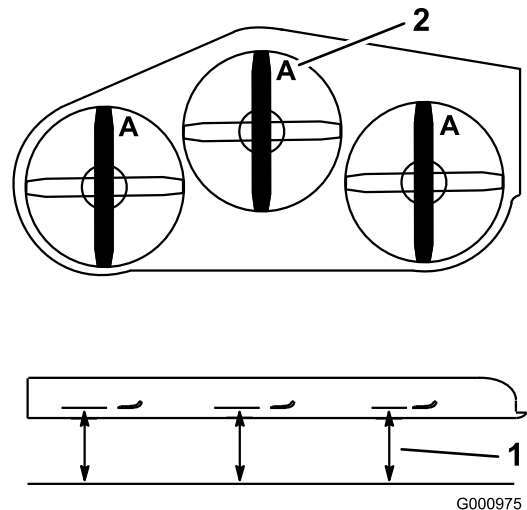

Figura 98
4. Mida en la posición **A** y desde una superficie nivelada hasta el filo de corte de los extremos de la cuchilla (Figura 98).